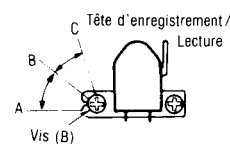
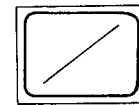

Fig. 3
Fig. 6
Régler la vis (B) dans la Fig. 3 pour obtenir les niveaux de sortie maximum pour les canaux gauche et droit.
3. Faire tourner la vis indiquée dans la Fig. 3 pour trouver les angles A et C (point où les niveaux de sortie de crête pour les canaux gauche et droit sont obtenus respectivement). Situer alors l'angle B entre les angles A et C, autrement dit, en un point où les niveaux de sortie des canaux gauche et droit atteignent tous deux leur maximum. (Voir les Fig. 3 et 4).
- Reproduire le signal de 8kHz de la bande étalon (QZZCFM). Régler la vis (B) indiquée dans la Fig. 3 de sorte que les aiguilles des deux voltmètres électroniques oscillent au maximum, et qu'on obtienne sur l'oscilloscope une forme d'onde semblable à celle indiquée dans la Fig. 6.